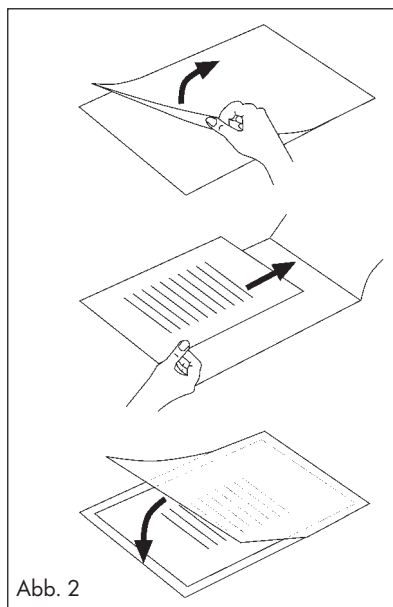

Abb. 2
-  Fare attenzione a utilizzare solo un foglio per la laminazione. Provvedere prima ad aprirlo come indicato ad esempio in Fig. 2.
-  Fare attenzione a utilizzare solo un foglio per volta per la laminazione. Aprirlo prima come indicato ad esempio in Fig. 2.